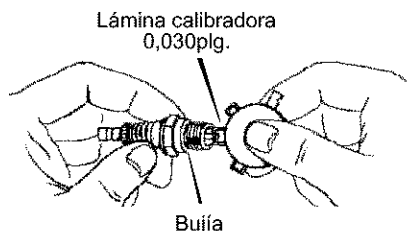

Figura 87
2. Revise el **entrehierro de la bujía** usando una **lámina calibradora** y restablezca el entrehierro a 0,030 plg. si fuera necesario. Vea la Figura 87.